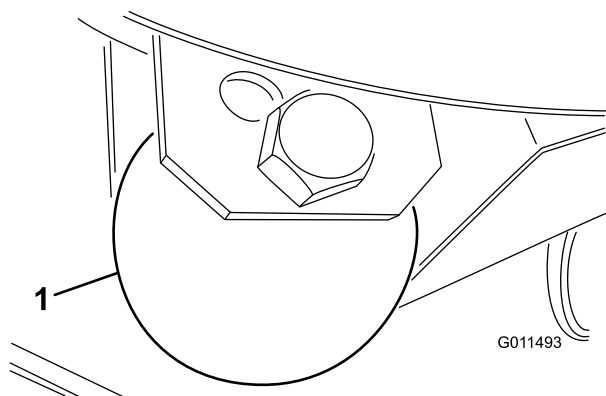

Figure 29
1. Enlevez le boulon et l'écrou qui fixent la roue de jauge aux supports du plateau de coupe (Figure 29).